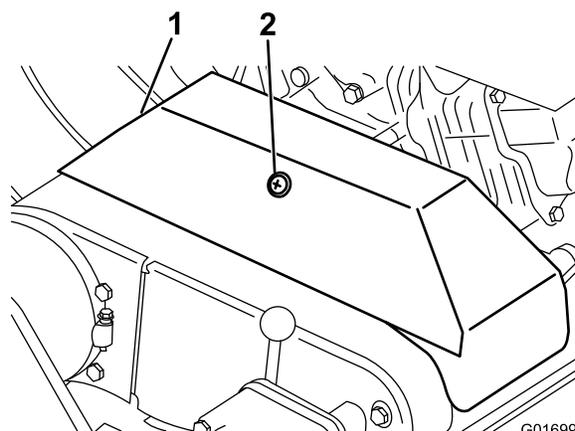

図 43
- V ベルトカバーを固定しているリテーナをゆるめて、カバーを開ける（図 43）。
2. V ベルトカバーを固定しているリテーナをゆるめて、カバーを開ける (図 43)。